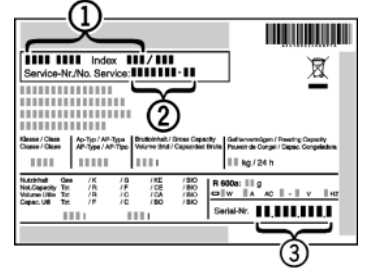

Fig. 31
- ▶ Считать обозначение устройства Fig. 31 (1), сервисный номер Fig. 31 (2) и серийный номер Fig. 31 (3) с заводской таблички. Заводская табличка находится внутри устройства слева.